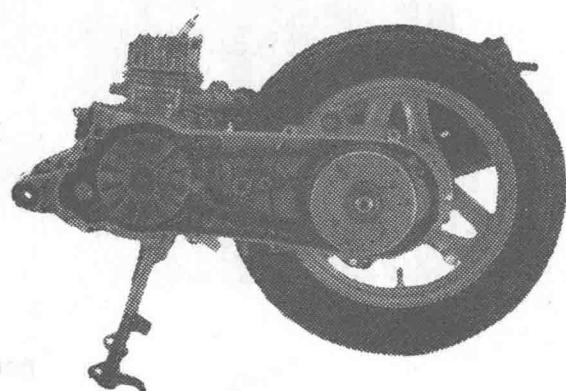

图23 铃木
⑫ V型皮带无极变速方式一般使用在轻便摩托车上。这种方式可以随着发动机转速的变化，调节发动机与车轮一侧皮带轮的转速比。有些大型摩托车也采用皮带传动，但都装有变速装置，在结构上有很大区别(图23)。